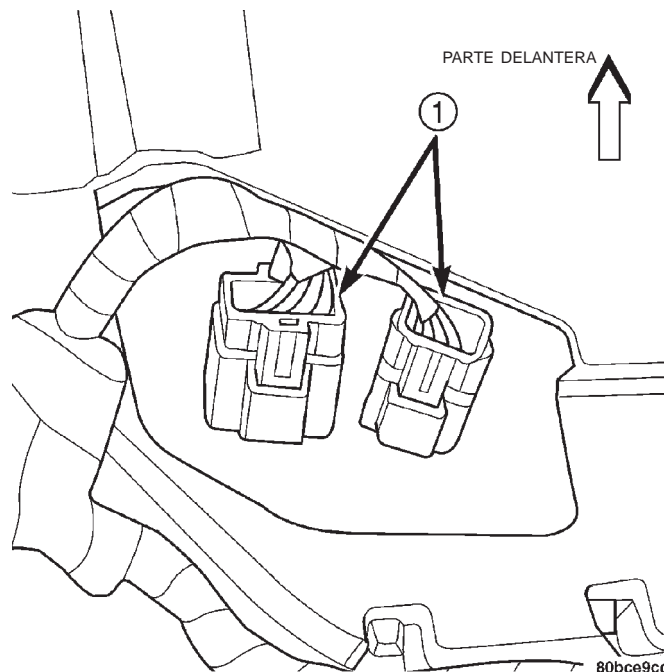
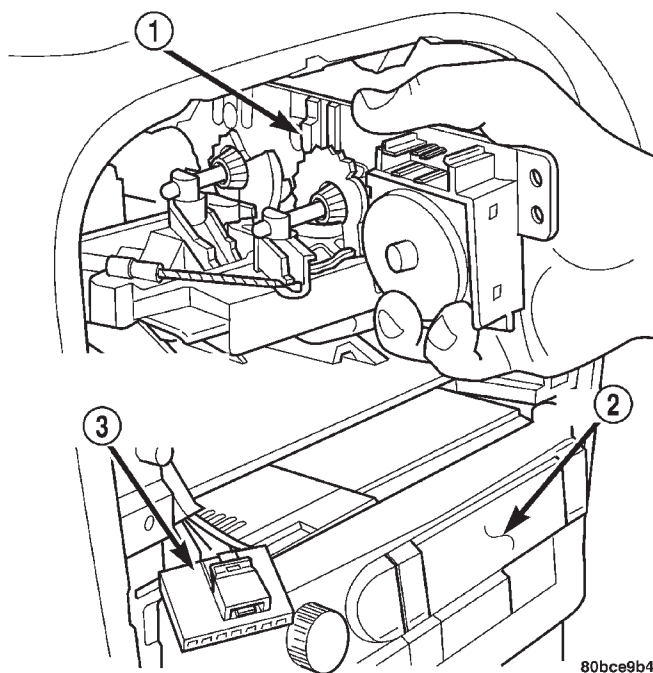

Fig. 2 CONECTORES DEL MAZO DEL TABLERO DE INSTRUMENTOS AL HVAC.
Fig. 3 UNIDAD DE CONTROL DE HVAC
(16) Desenchufe los dos conectores de mazo al HVAC en la parte superior derecha del tablero de instrumentos (Fig. 2).
(17) Desenchufe un conector de mazo del lado izquierdo en la parte superior izquierda del tablero de instrumentos correspondiente a los espejos de cortesía y retrovisor.
(18) Extraiga las perillas del control de HVAC.
(19) Retire ambos cilindros de la salida del A/A.
(20) Retire los dos tornillos que retienen el frente superior del marco central.
(21) Con una varilla de tapicería o equivalente, haga palanca suavemente en el marco central del tablero de instrumentos y extraígallo.
(22) Retire los dos tornillos de retén que sujetan la unidad de control de HVAC.
(23) Desconecte un conector del mazo de cables del tablero de instrumentos.
(24) Desconecte el conector del mazo de vacío.
(25) Extraiga la unidad de control de HVAC del tablero de instrumentos, tuérzala 90° y vuelva colocarla a través de la abertura (Fig. 3). No desconecte los cables de control.
(26) Desconecte el cableado de la consola central:
(3) Conecte el cableado de la consola central:
(4) Extraiga la unidad de control de HVAC del tablero de instrumentos, tuérzala 90° y colóquela en su lugar (Fig. 3).
(5) Enchufe el conector del mazo de vacío.
(6) Enchufe el conector del mazo de cables del tablero de instrumentos.
(7) Instale los dos tornillos de retén que sujetan la unidad de control de HVAC.
(8) Instale el conducto de A/A central a través de la abertura en el tablero de instrumentos, comprobando que encaje a presión en el conducto correspondiente en la unidad de A/A. Las lengüetas de cada lado se introducirán en las ranuras del tablero de instrumentos.
(9) Coloque el marco central y encájelo a presión firmemente en su sitio.
(10) Instale los dos tornillos que retienen la parte superior delantera del marco central.
(11) Encajélos en los cilindros de salida del A/A.
(12) Empuje con fuerza las perillas de la unidad de control de HVAC.
(13) Enchufe un conector del mazo del lado izquierdo en la parte superior izquierda del tablero